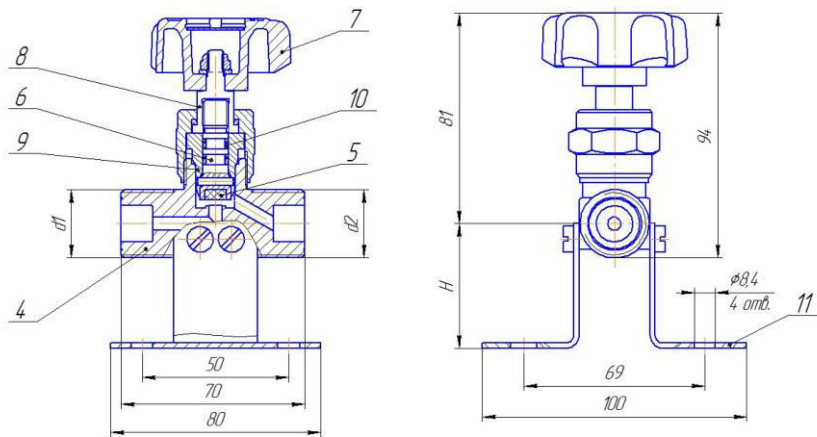

Рис. 1
4.1 Основные элементы клапана приведены на Рис. 1.
4.2 Клапан устанавливается в разрыв трубопровода и присоединяется к нему с помощью накидных гаек с резьбой G3/4 (для исп. -00, -01, -02, -19, -20 Рис. 1).